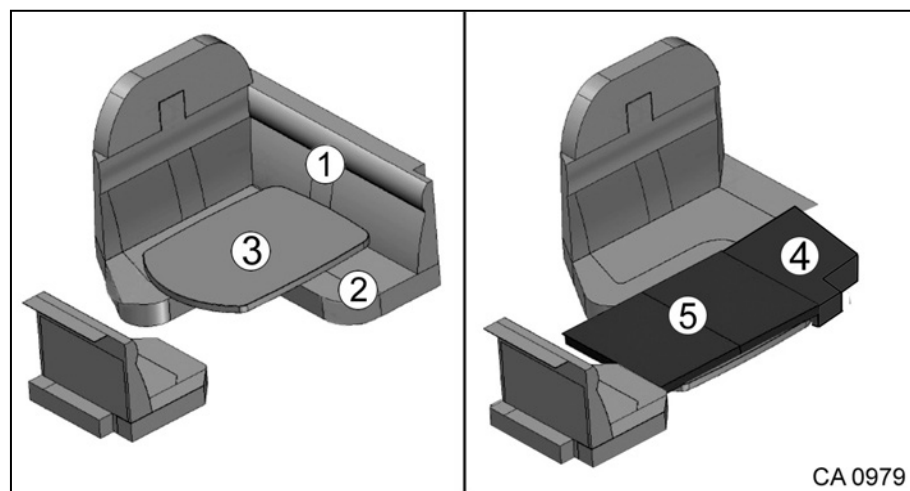

Fig. 88 Transformer les canapés en couchage pour la nuit
1. Enlever le coussin dossier (Fig. 88/1) et le coussin d'assise (Fig. 88/2).
2. Abaisser la table (Fig. 88/3).
3. Mettre en place le premier coussin d'appoint (Fig. 88/4).
4. Mettre en place le deuxième coussin d'appoint (Fig. 88/5).